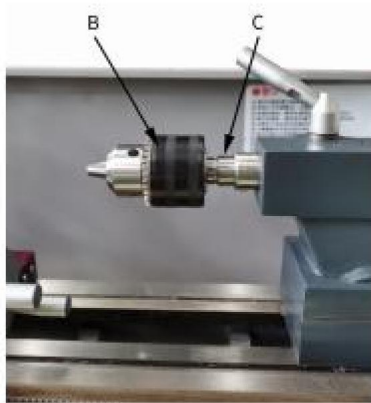

Fig. 28
Använd borrhucken för att hålla centreringsborrar och spiralborrar i ändstocken- (B) (Bild 28)
En arbor är nödvändig för att montera borrhucken i ändstocken. Den har en morsekona nr 1. (C) Fig. 28